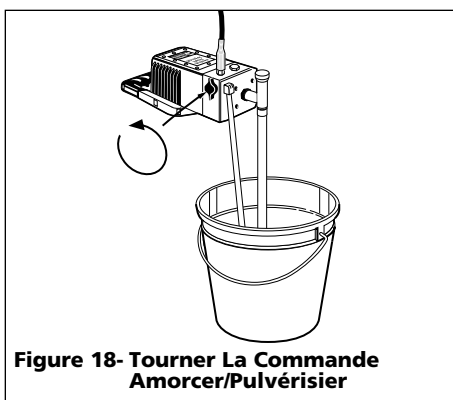

Figure 18- Tourner La Commande Amorcer/Pulvérisier
1. Tourner la commande Amorçage/Pulvérisation à la position "Prime", (Amorçage) (Voir Figure 18).